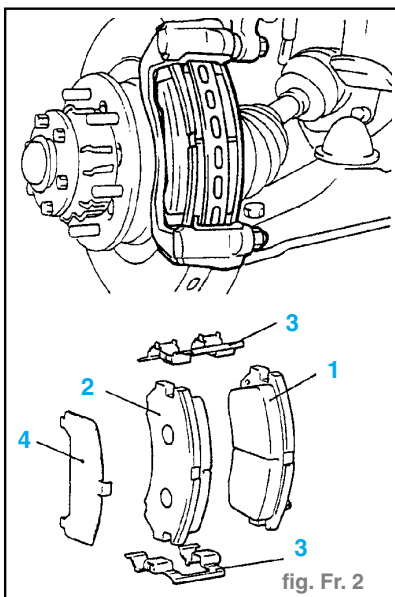

fig. Fr. 2
- Enlever du support de l'étrier les pièces suivantes (fig. Fr. 2) :